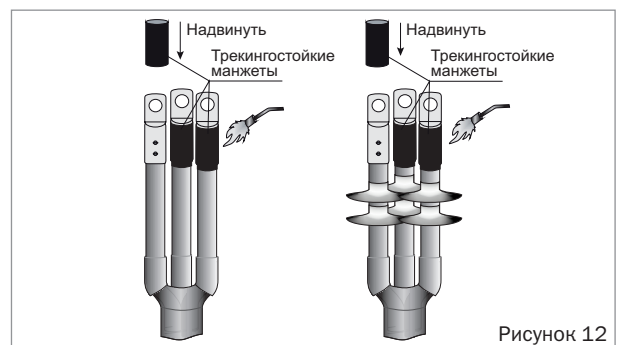

Рисунок 12
- Обезжирить на каждой жиле цилиндрическую часть наконечников и трубку по жиле на длине 60–70 мм. Надвинуть трекингостойкие манжеты (красного цвета) на трубчатую часть наконечников и усадить их, начиная с середины (рисунок 12а, 12б). После усадки манжеты должны плотно облегать наконечники и трубки на жилах. По торцам манжет должен выступить расплавленный клей. Монтаж муфты окончен. Дайте муфте остыть, прежде чем подвергать её механическому воздействию.